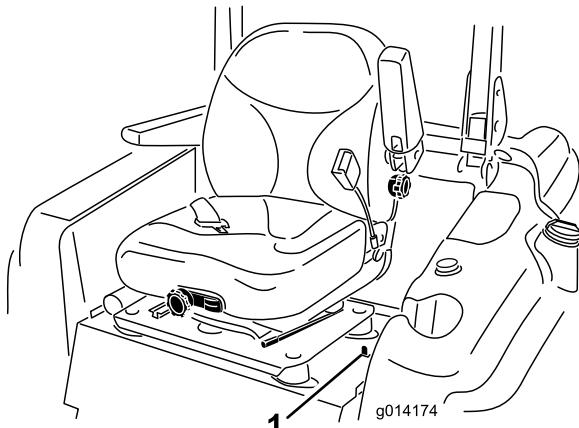

Figure 25
1. Déplacez le verrou du siège, situé sur le côté gauche du siège, vers l'arrière pour déverrouiller le siège et tirez le haut du siège en avant (Figure 25).